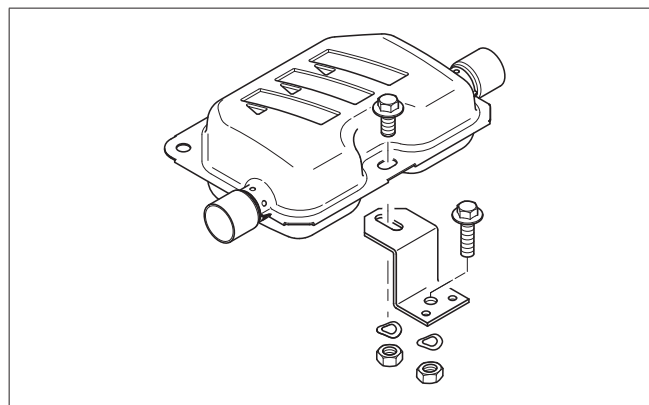

Bild 17
- Fäst avgasljuddämparen med en hållare på ett lämpligt ställe på fordonet, se Bild 17.